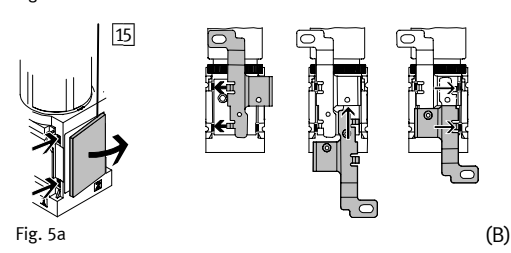

Fig. 5a
- staffa per parete MS...-WBM con asole superiori (B)
- staffa per parete MS...-WB con asole contrapposte (C)
3. Montare la staffa sull'unità MS... come indicato nella Fig. 5a.
5. Fissare l'unità MS... sul punto previsto delle staffe (B) o (C), utilizzando due viti.